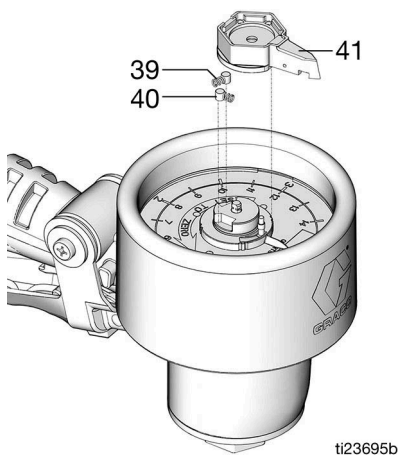

FIG. 15
3. Déposer le pointeur du pointeau (41), les ressorts (39) et les goupilles (40) (FIG. 15).